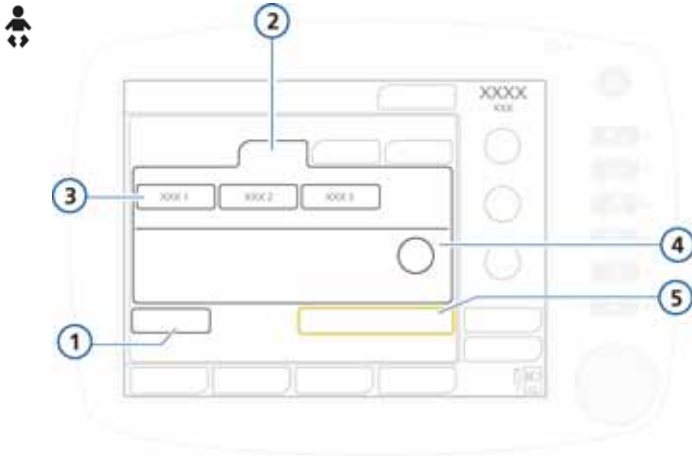

图 4-3. 病人设置 / 待机窗口 (新生儿)
- **新生儿**。针对新生儿病人（图 4-3）。欲了解年龄和体重范围，请参阅表 4-1。